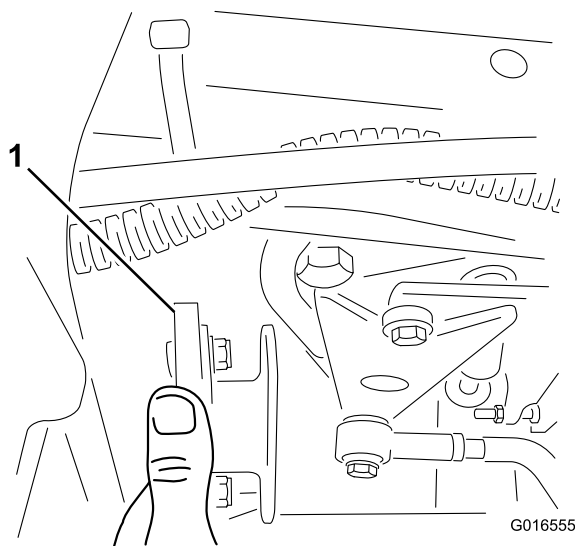

Figura 2
3. Empurre o disco e acoplador médio do lado da cavidade do motor e unidade de tracção (Figura 2).